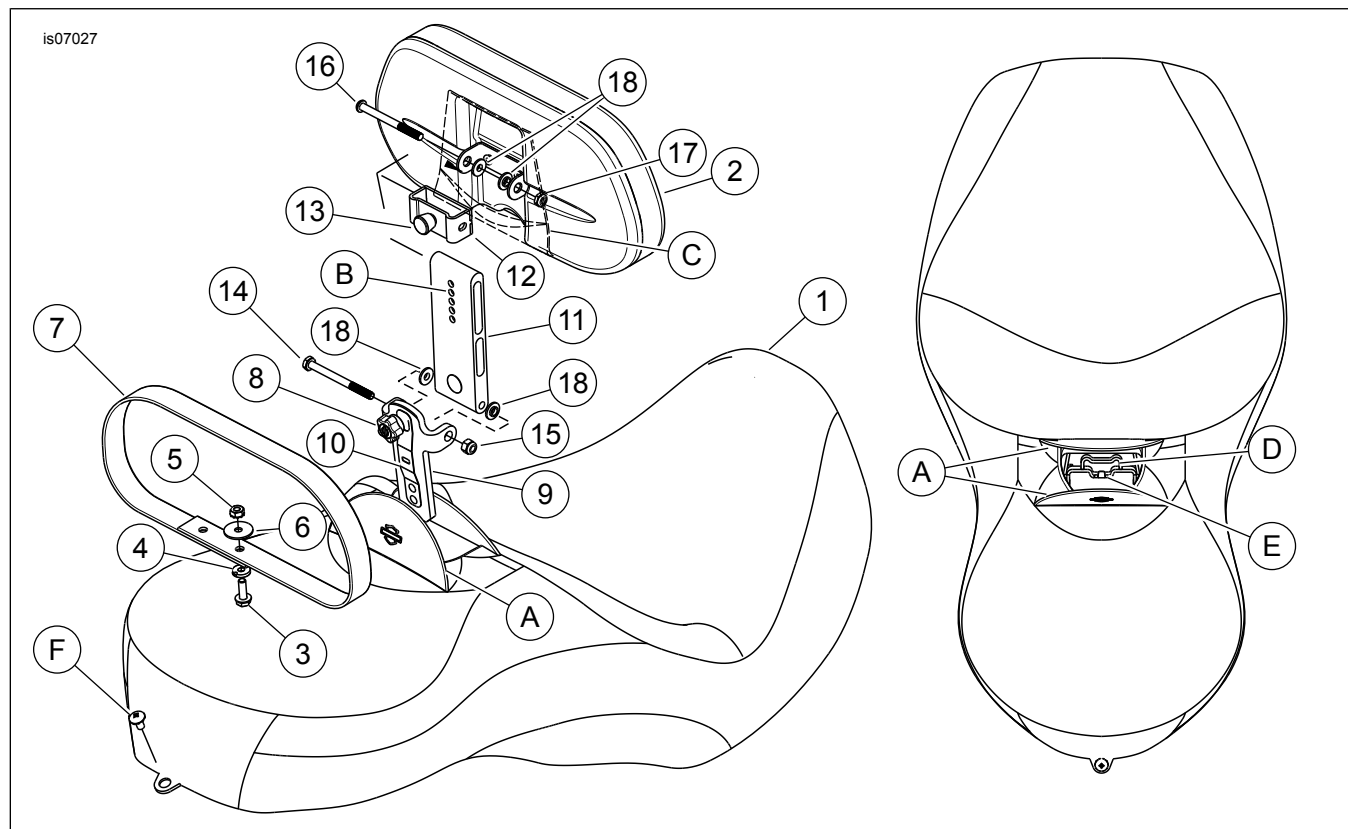

Figure 5. Pièces détachées : Selle Dyna avec kit d'appui-dos de passager
Voir Figure 5 et Tableau 1.
2. Voir Figure 5. Attacher la selle avec la vis de série (F).
1. Voir Figure 5. Ouvrir les rabats à crochet et à boucle (A) sur la selle (1).
2. Introduire l'ensemble de l'appui-dos (2), avec le coussin vers l'avant, dans la fente (D), sous les rabats.
3. L'insérer jusqu'à ce que le ressort (10) entre dans la patte (E), à l'intérieur de la selle et verrouille l'appui-dos en place.
1. Voir Figure 5. Soulever le rabat (C) à l'arrière de l'appui-dos (2) et exposer le support (12) de la goupille-ressort.
2. Tirer sur la goupille-ressort (13) à l'arrière de l'appui-dos et régler celui-ci à la hauteur souhaitée.
3. Lâcher la goupille-ressort et vérifier qu'elle se verrouille dans l'un des trous de positionnement (B).
Voir Figure 5. L'appui-dos se rabat vers l'avant pour permettre de monter sur la moto et d'en descendre plus facilement.
1. Voir Figure 5. Ouvrir les rabats à crochet et à boucle (A) sur la selle.
2. Appuyer sur le ressort (10) contre le support (9) de l'appui-dos jusqu'à ce que le ressort se dégage de la patte de retenue (E).